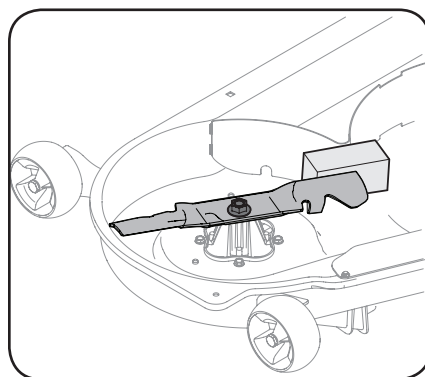

Figura 1-2
3. Estabilice una de las cuchillas de corte con una herramienta de bloqueo de cuchillas o un bloque de madera. Consulte la Figura 1-2.